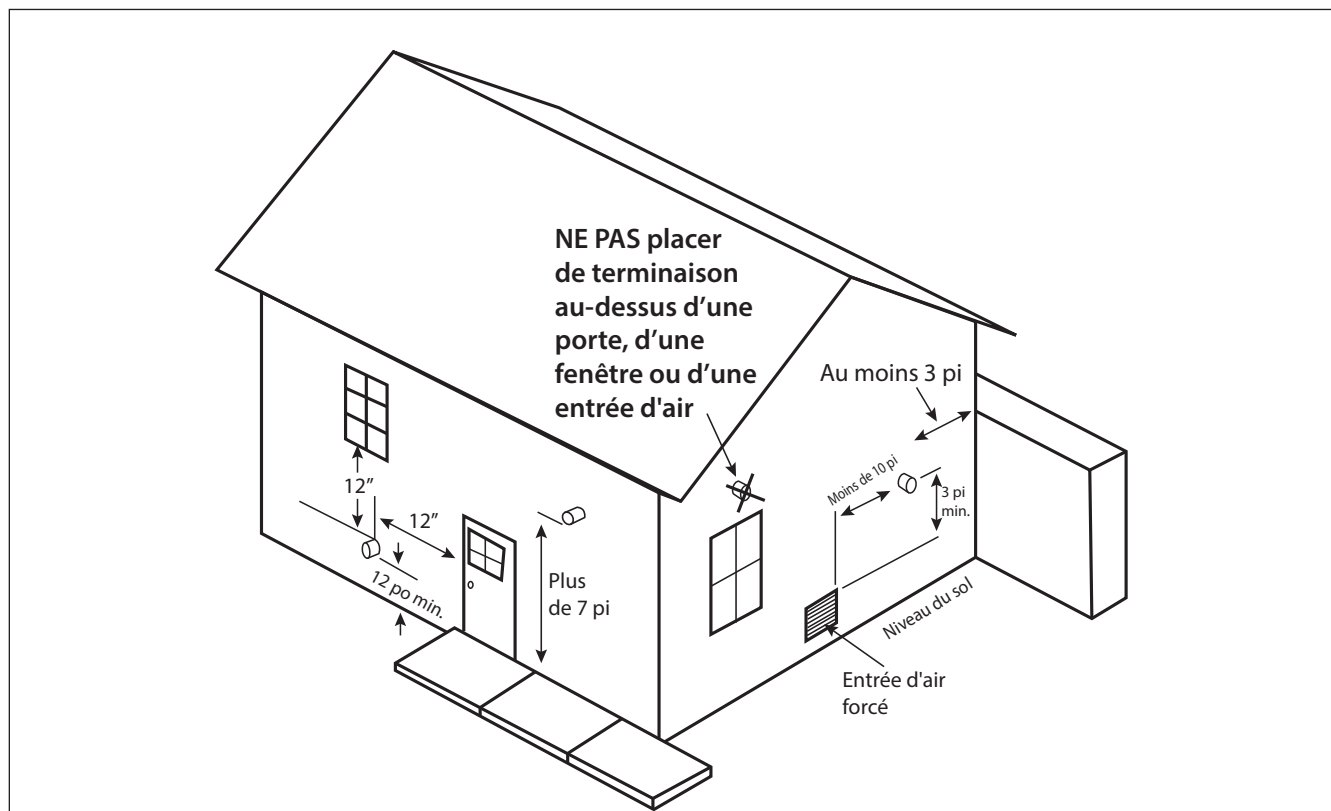

Fig. 2 - Dégagements des terminaison de système à ventilation directe
6. La terminaison de l'événement doit aussi respecter les dégagements suivants, comme illustré à la **Fig. 2 en page 13** :
6. La terminaison de l'événement doit aussi respecter les dégagements suivants ; comme illustré à la **Fig. 2 en page 13**.